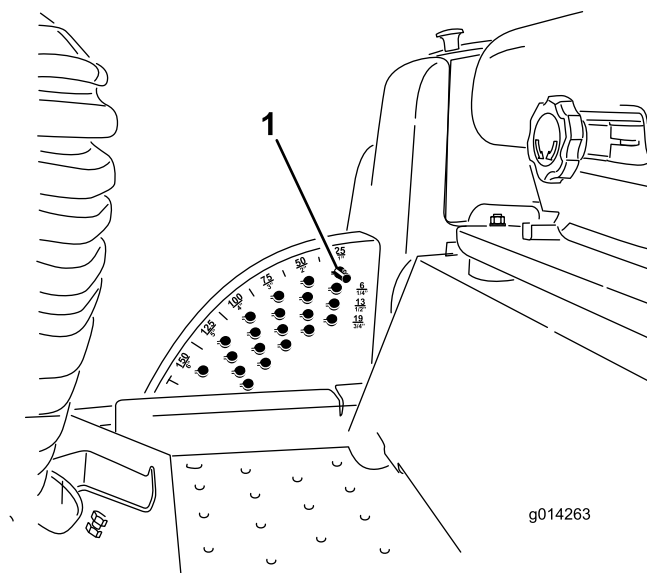

Figure 16
**Remarque:** Pour bloquer le tablier de coupe en position relevée, levez le tablier au-delà de la position 15 cm (6 po), retirez la goupille de butée de hauteur de coupe (voir Réglage de la hauteur de coupe), et placez-la à la position 15 cm (6 po) (Figure 16).
1. Lorsque le moteur tourne, repoussez la commande de relevage du tablier de coupe en arrière jusqu'à ce que le tablier soit complètement relevé puis **relâchez immédiatement la commande** (Figure 16).
2. Pour régler la hauteur de coupe, tournez la goupille de butée jusqu'à ce que la saillie s'aligne sur les fentes dans les trous du support de hauteur de coupe et déposez-la (Figure 16).
3. Placez la goupille dans le trou du support correspondant à la hauteur de coupe voulue et tournez-la pour la verrouiller en place (Figure 16).
**Remarque:** Il y a quatre rangées de trous (Figure 16). La première rangée donne la hauteur de coupe indiquée au-dessus de la goupille. La deuxième rangée donne la hauteur indiquée plus 6 mm (1/4 po). La troisième rangée donne la hauteur indiquée plus 12 mm (1/2 po). La dernière rangée donne la hauteur indiquée plus 18 mm (3/4 po). Un seul trou, situé dans la deuxième rangée, correspond à la hauteur 15,8 cm (6 po). Il n'ajoute pas 6 mm (1/4 po) à la hauteur de 15,8 cm (6 po).